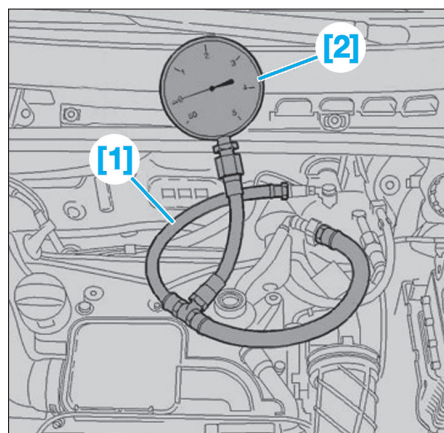

Fig. 31
- Raccorder en dérivation les outils [1] et [2] entre la pompe haute pression carburant et le filtre à carburant (Fig.31).